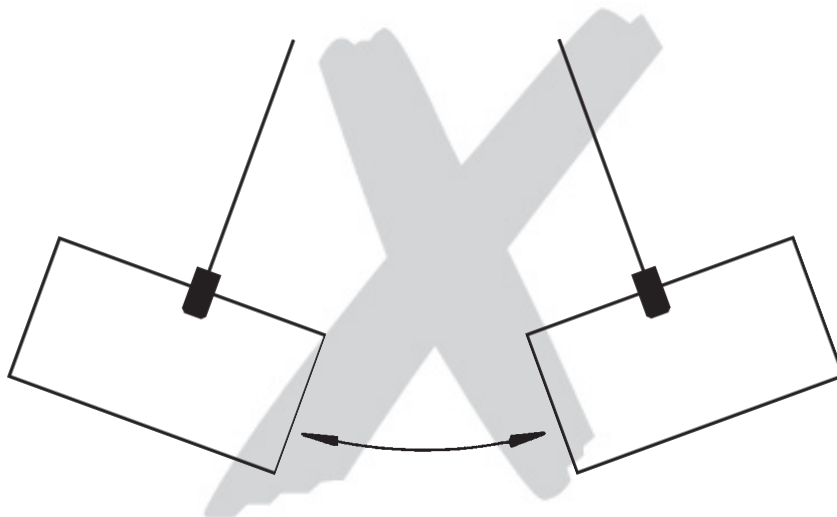

Fig. 1
- Cuando se transporten cargas asegúrese que no se balancean (Fig. 1) o que no entran en contacto con otros objetos.